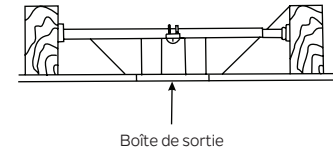

Fig. 4
**NOTE:** Selon l'emplacement que vous avez sélectionné pour l'installation, vous devrez peut-être acheter et installer un "Cintre de solive" pour le support de la boîte de sortie. Assurez-vous que le cintre de poutrelle que vous achetez a été conçu pour une utilisation avec des ventilateurs de plafond. (Fig. 4)